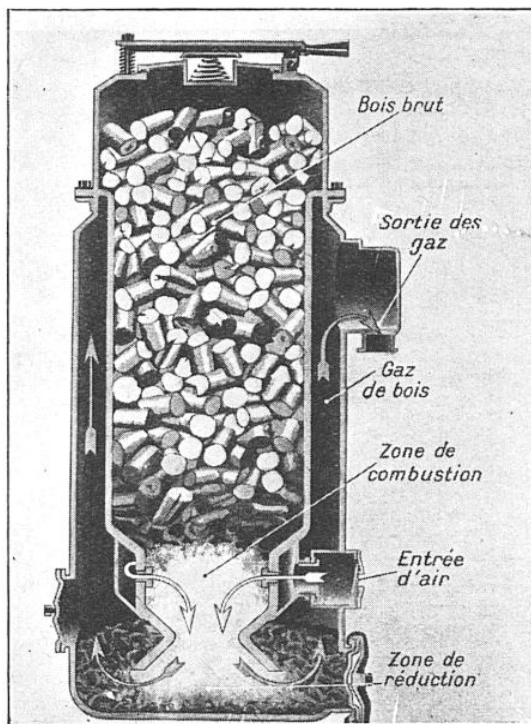

FIG. 2. — COUPE DU GAZOGÈNE A BOIS « BERLIET » A COMBUSTION INVERSÉE
(1) Voir *La Science et la Vie*, n° 241, page 41.
N. D. L. R. — Les figures 2, 3, 7, 9 et 10 ont été extraites de l'ouvrage classique du professeur E. FORGUE : *Précis d'anesthésie chirurgicale*, Doin et C^{ie}, éditeurs.
dans le générateur. Une autre solution élégante, tendant à la diminution du poids par suppression de tout ou partie des réfractaires, consiste à injecter de la vapeur d'eau dans le foyer pour limiter l'élévation de température, tout au moins près des parois. On arrive d'ailleurs à un résultat analogue avec l'emploi, dans les gazogènes, du bois « cru » dont la vapeur d'eau agit également par abaissement de température. On peut également refroidir la paroi extérieure en faisant réchauffer l'air par circulation dans une enveloppe intérieure avant son introduction dans le foyer (fig. 2).